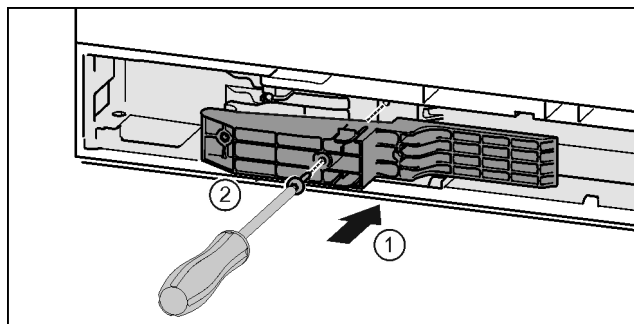

Fig. 36 \*
- ▶ Sätt in adapterstycket på greppsidan i ursparingen. Fig. 36 (1)\*
- ▶ Skruva fast skruvarna med skruvmejsel T15. Fig. 36 (2)\*